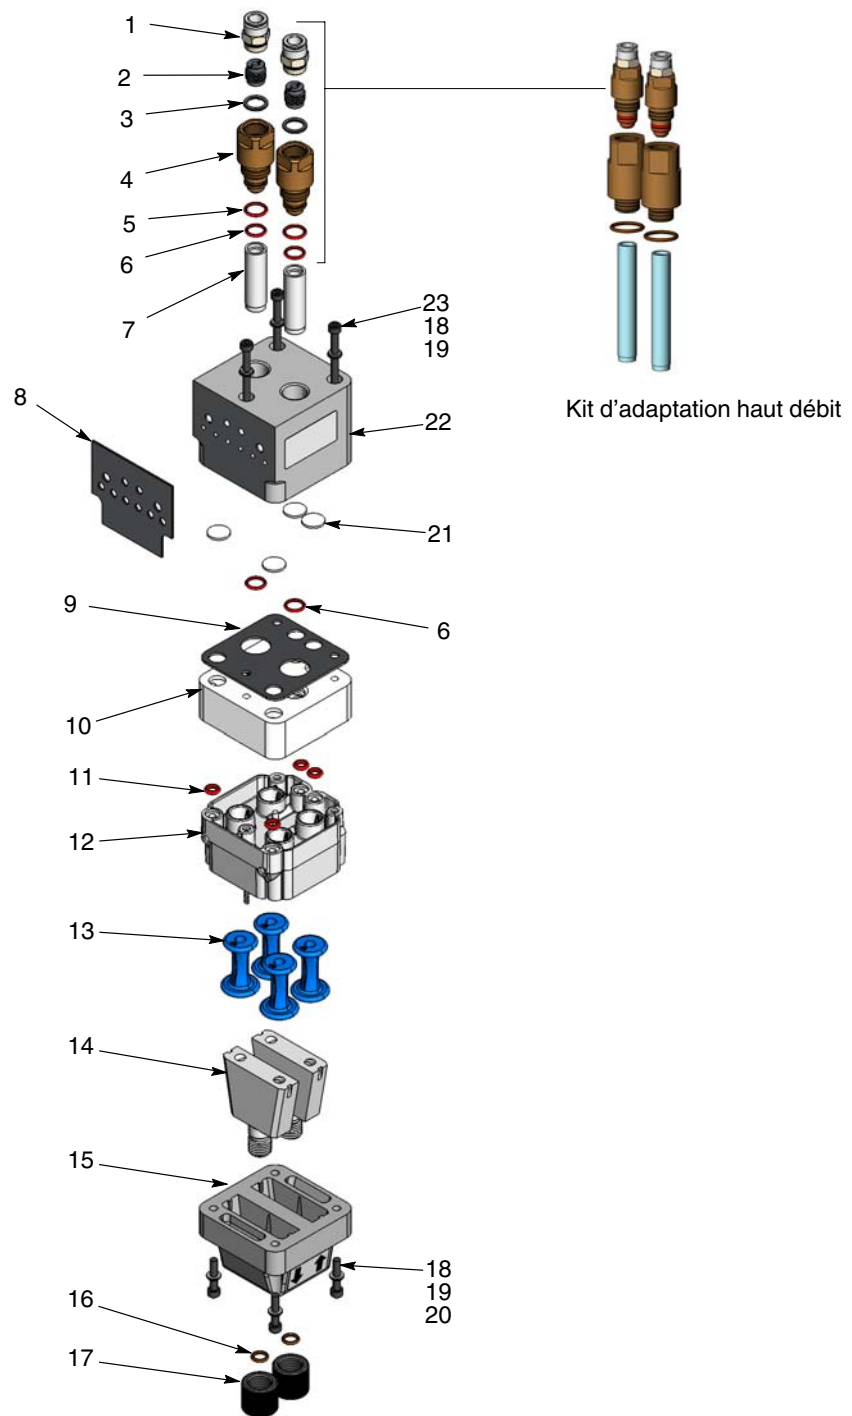

Figure 10 Démontage de la pompe
4. Voir la figure 10. Démontez la pompe comme illustré en commençant par les tubes de fluidisation. Il est inutile de retirer les joints plats qui sont collés, sauf s'ils sont endommagés.